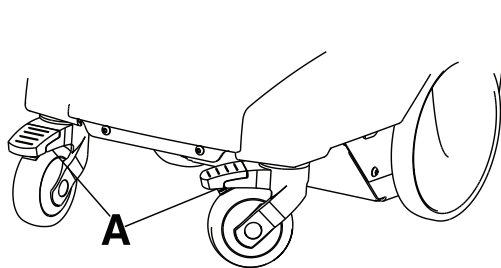

Figura 4-6: Frenos de las ruedas
Para aplicar los frenos de las ruedas, presiónelos hacia abajo (A) (Figura 4-6 de la página 4-23) con el pie.
Para liberar los frenos de las ruedas, tire de ellos hacia arriba (A) (Figura 4-6 de la página 4-23) con el pie.